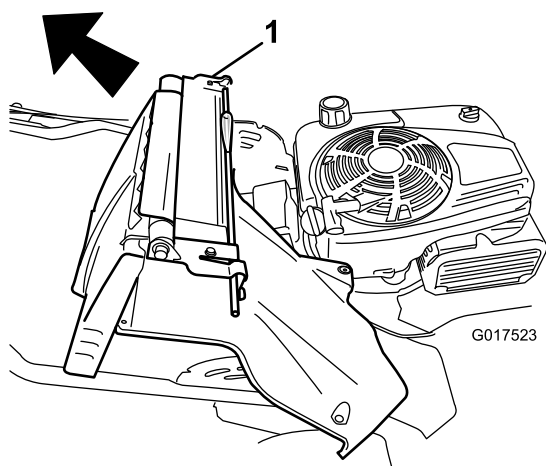

Figura 36
7. Retire la puerta trasera y la palanca de bloqueo del manillar (Figura 36).